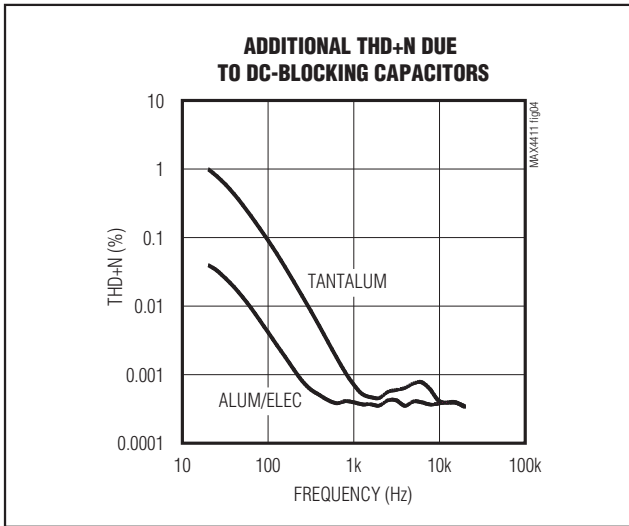

图4. 隔直流电容引起的失真
- 2) 随着电容值的变化以及电容两端电压的变化，隔直流电容的电压系数会导致重建音频信号的失真。在低于-3dB频率以下的低频范围内，容抗起主导作用，电压系数表现为失真度随频率而变化。图4给出了两种不同电介质电容引入的THD+N，100Hz以下的THD+N增加很快。